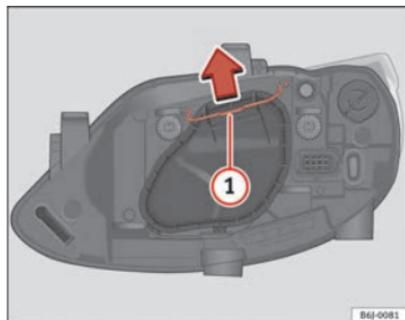

Fig. 145 Feu de croisement/de route projecteur simple
- Déplacez le tirant ⇒ fig. 145 ① dans le sens de la flèche puis retirez le cache.